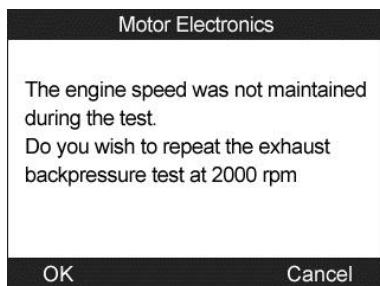

Figura 13.43
- Si el motor no está a 2000 rpm, el instrumento mostrará un mensaje de advertencia. (Figura 13.43) Seleccione **OK** para repetir la prueba o seleccione **Cancelar** para salir.